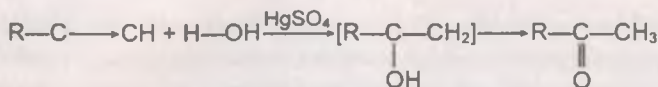

Рис. 208
- 3) гидратацией гомологов ацетилена (реакция Кучерова) (рис. 208).